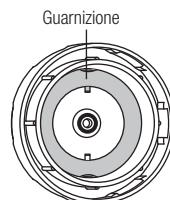

Fig.4
- Prima del riempimento della soluzione alla bottiglia di VA, controlli la guarnizione all'interno della capsula è pulito. (Fig. 4)